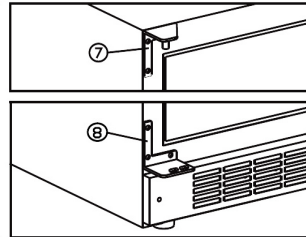

Abb. 8.4
- Das beigelegte, linke, obere und untere Scharnier montieren (7 + 8). Siehe Abb. 8.4
- Den früher abmontierten Türzapfen (3) in das untere Scharnier einsetzen
- Die Tür im oberen Scharnier (7) und gegen den Türzapfen montieren (3), den Türzapfen festschrauben (1)